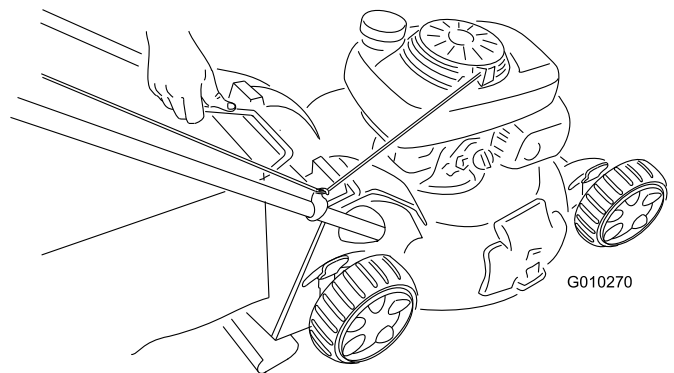

Bild 33
- Heben Sie den Fangkorbgriff aus den Kerben oben an der Maschine und nehmen Sie den Fangkorb ab (Bild 33).